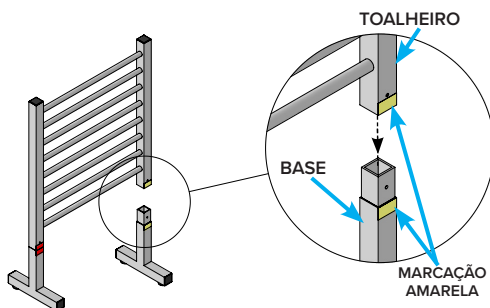

Figura 18 – Instalação das Bases no Toalheiro
2. ALINHAR os tubos verticais do Toalheiro com os tubos das Bases. **INSTALAR** a Base com marcação Amarela no tubo vertical com marcação amarela do Toalheiro. Da mesma forma, com a Base e tubo vertical com marcação vermelha (Figura 18);